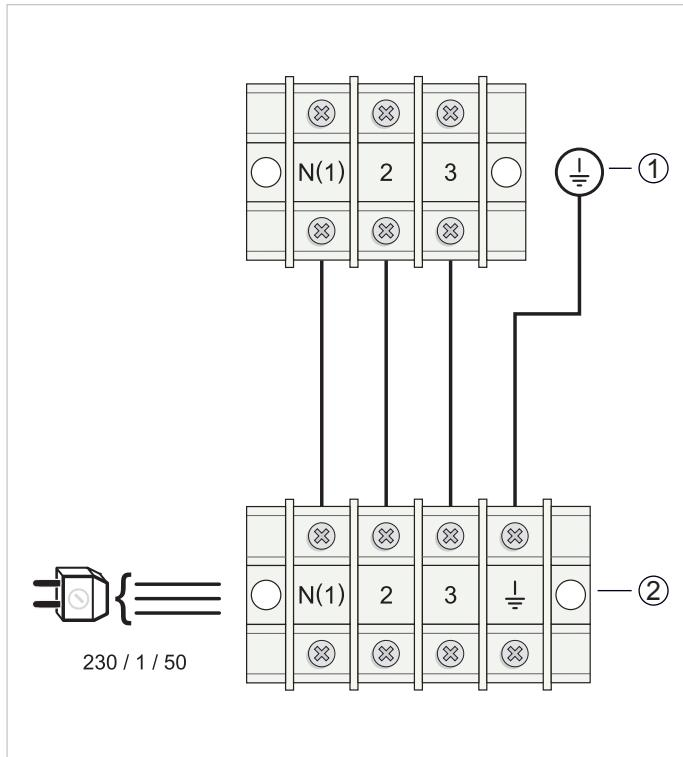

Abb. 11.3 Elektrischer Schaltplan für den Außen- und Innenanschluss.
- Führen Sie das Stromkabel von der Rückseite des Innengerätes durch die eigens dafür vorgesehene Öffnung auf der Vorderseite. Schließen Sie die Kabel des Innengerätes gemäß dem entsprechenden Anschlusschema an (Abbildung 11.3).